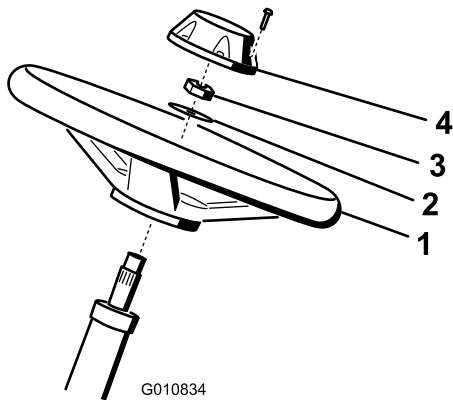

Figure 4
1. Glissez le volant sur l'arbre de direction (Figure 4).
2. Glissez la rondelle sur l'arbre de direction (Figure 4).
3. Fixez le volant sur l'arbre au moyen d'un contre-écrou serré à un couple de 27 à 35 N·m (Figure 4).
4. Montez le couvercle-moyeu sur le volant et fixez-le avec 6 boulons (Figure 4).